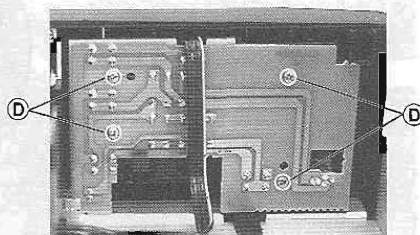

Fig. 6
- 4 Schrauben (D) (Fig. 6) herausdrehen.
- Undo 4 screws (D) (Fig. 6).